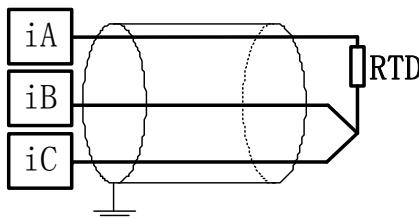

图 4-2-10 热电阻输入接线方法
(1) 热电阻传感器: 热电阻传感器输入 (如 PT100) 采用三线制接线方式, 分别连接 iA 端子、iB 端子及 iC 端子, 屏蔽线接电源地。如图 4-2-10 所示: